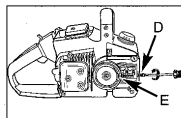

Abb. 3D
3. Drehen Sie die Justierschraube (D) mit einem Schraubenzieher **ENTGEGEN DEM UHRZEIGERSINN**, bis die **ANGEL (E)** (herausstehende Spitze) sich am Ende ihrer Schiebetracke in Richtung Kupplungswalze und Zahnrad befindet (Abb. 3D).